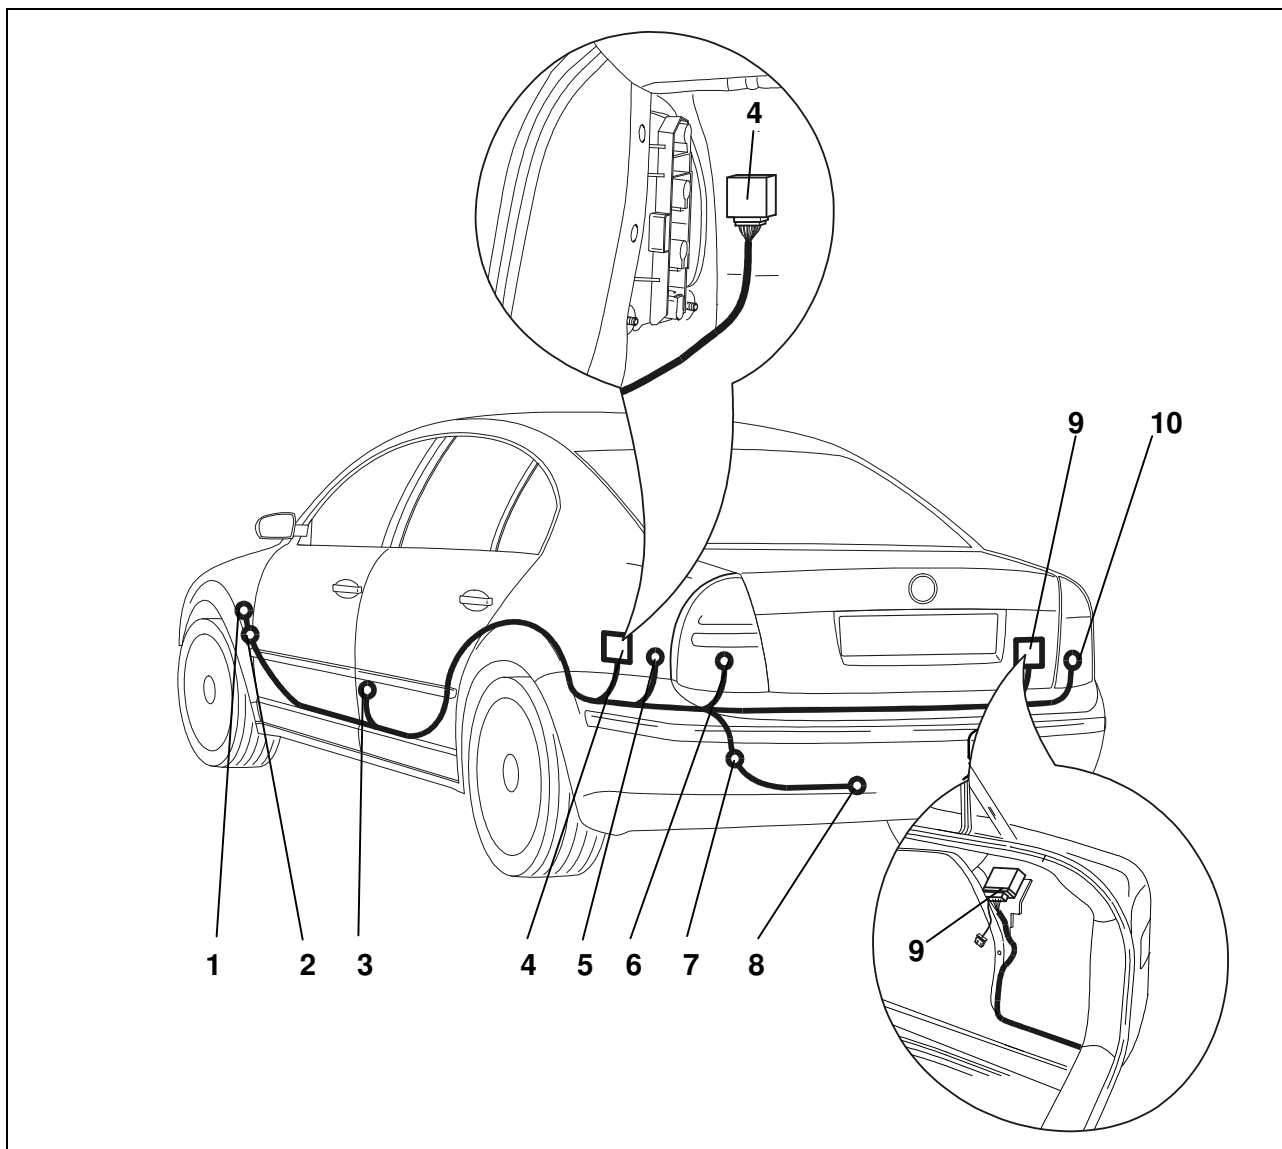

Fig. 1 : Aperçu du montage
3. Faire passer l'extrémité du fil via le conduit sur le côté du véhicule, en partant du coffre à bagages vers l'extérieur, jusqu'à la tôle de retenue de la prise (Fig. 1/8).
4. Insérer le passe-fil en caoutchouc dans le passage du câble (Fig. 1/7).